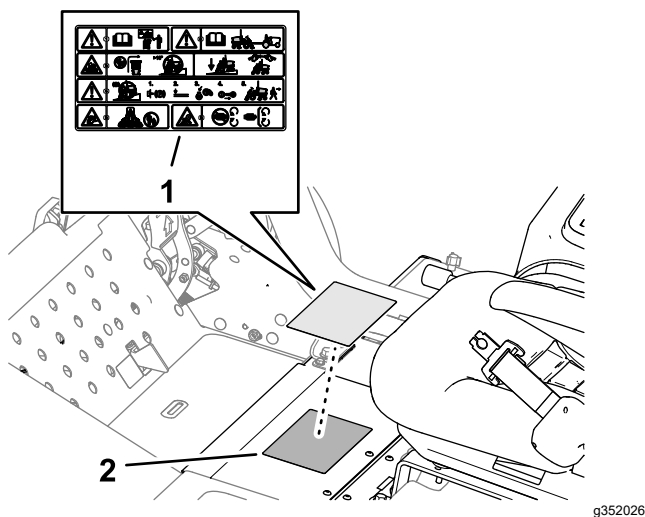

Figure 24
1. Essuyez soigneusement l'autocollant de sécurité standard avec un chiffon imbibé d'alcool, et laissez sécher le cadre (Figure 24).
2. Retirez la pellicule protectrice au dos de l'autocollant de sécurité CE (réf. 138-1186), et appliquez-le sur l'autocollant de sécurité standard, comme montré à la Figure 24.